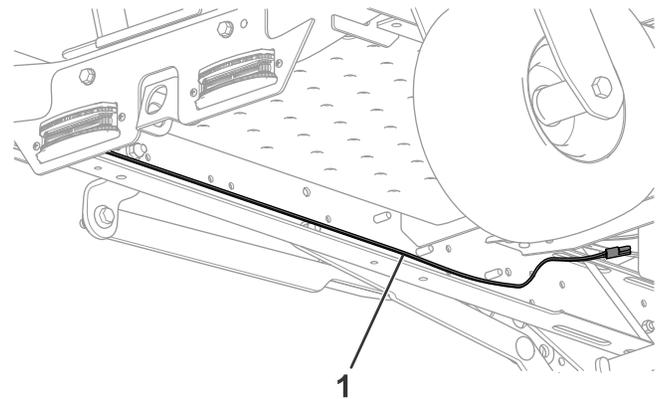

**Figura 7**
- Conecte el arnés de cables a la parte trasera de las luces y sujete el arnés al travesaño delantero del bastidor usando los clips del arnés (Figura 7).